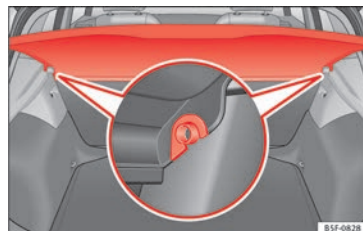

Fig. 164 Nel bagagliaio: smontare e montare il ripiano.
»» **fig. 164** tirandolo verso l'alto ed estrarlo.
- Inserire la copertura in modo orizzontale facendo coincidere la "mezzaluna" sull'asse dei supporti »» **fig. 164** e premendo verso il basso fino a far scattare l'innesto.